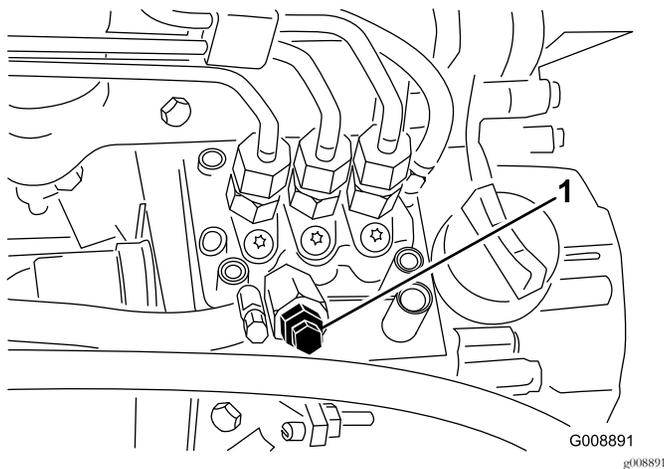

Figura 43
4. Abra el tornillo de purga de aire de la bomba de inyección de combustible (Figura 43).